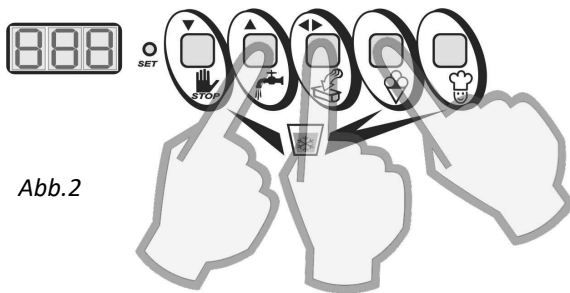

Abb. 2
4. Drücken Sie die Tasten **“AGITAZIONE (Rührwerk) (▲)”**, **“AUTOMATICO (automatisch)”** und **“ESTRAZIONE (Entnahme) (◀▶)”**, um das Passwort einzugeben und zu bestätigen (Abb. 2). Sollte das Passwort nicht bekannt sein, wenden Sie sich bitte an den Kundendienst der Frigomat.